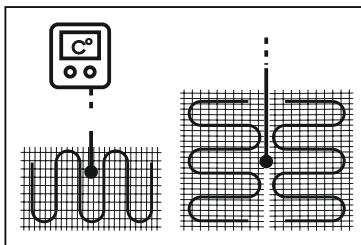

Рис. 5 – Установка датчика температуры пола между витками кабеля
4. Поместить датчик температуры пола в гофрированную трубу, которая входит в комплект. Конец трубы закрыть заглушкой, во избежание попадания монтажного раствора и мусора. Датчик температуры должен легко извлекаться из гофрированной трубы. Рекомендованный радиус изгиба трубы между стеной и полом должен быть не менее 50 мм. Трубка с датчиком внутри должна располагаться на равном расстоянии между витками кабеля для наиболее точного измерения температуры (рис.5). Подробнее в руководстве по эксплуатации терморегулятора, в комплект которого входит датчик.